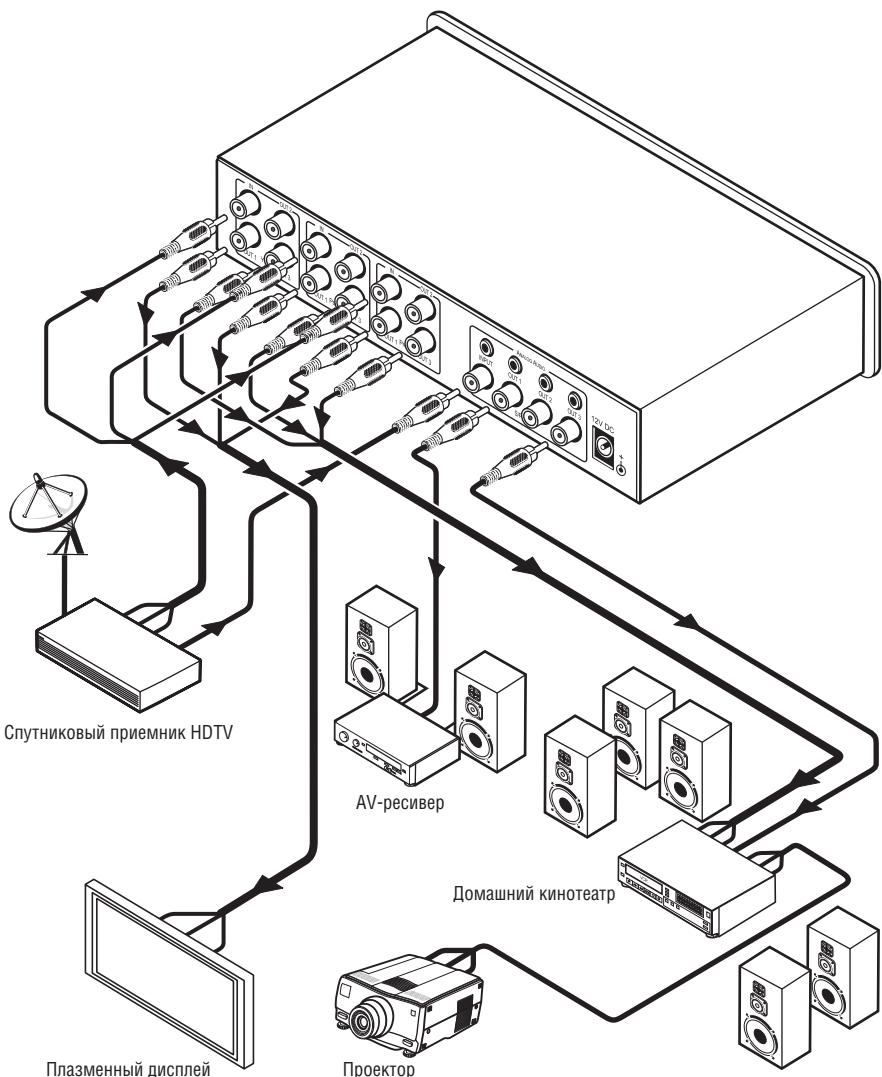

Рис. 2. Подключение к VM-30CA источников и приемников сигнала
Подключение к **VM-30CA** источников и приемников сигнала иллюстрирует рис. 2:
4. Подключите выход источника питания к разъему питания 12VDC, а источник питания вставьте в розетку электросети (не показано на рис. 2).
1 Вместо цифрового можно использовать выход аналогового аудиосигнала (это подключение не показано на рис. 2).